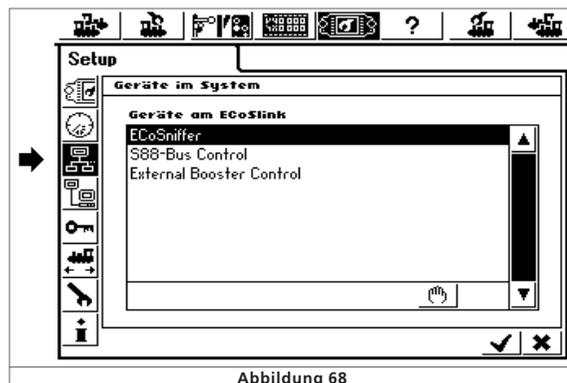

Abbildung 68
Sie erreichen es über das Setup-Menü „Gerätekonfiguration“ (vgl. Abb. 68): Wählen Sie aus der Liste der Geräte „External Booster Control“ aus und drücken Sie die „Edit“-Schaltfläche.
- Wählen Sie aus der Liste „Geräte am ECoSlink“ den Eintrag „s88-Bus Control“ aus (Siehe Abb. 68).